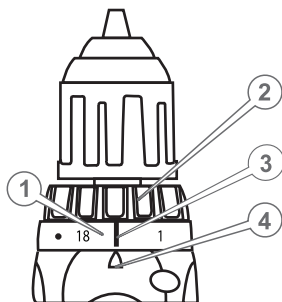

Рисунок 3. Регулювання крутного моменту.
- під'єднати батарею (1, рис. 3), як зображено на рисунку 5: поєднати виступи на батареї із пазами на корпусі виробу, натиснути кнопку-фіксатор (2, рис. 5) та із невеликим зусиллям посунути її у напрямку стрілки Б (рис. 5) до появи характерного звуку фіксації батареї на своєму робочому місці у виробі. Не рекомендовано докладати надмірних зусиль під час під'єднання акумуляторної батареї. Якщо акумуляторна батарея під'єднується із зусиллям, то це означає, що дії із встановлення виконуються неправильно, або в пази корпусу потрапив сторонній предмет, наприклад, стружка;